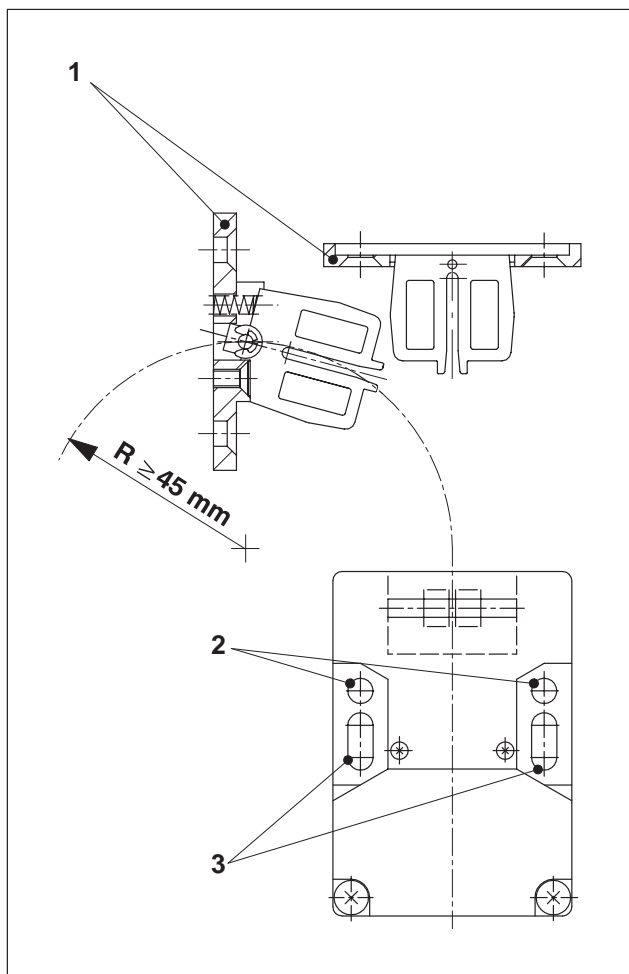

Abb. 5 Schlüsselschalter mit beweglichem und starrem Schlüssel
- ➊ Schaltergehäuse austauschen und justieren. Zur Befestigung des Schaltergehäuses mit zwei Zylinderschrauben können wahlweise die Durchgangsbohrungen (Abb. 5/2) oder die Langlöcher (Abb. 5/3) verwendet werden.
- ➋ Nach Austausch des Schlüssels (Abb. 5/1) die Senkschrauben mit Schraubensicherungsmittel SN 604-S1 benetzen und festziehen.